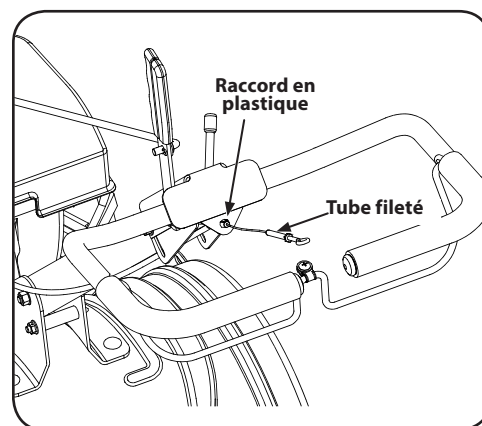

Figure 3-4
3. Insérez le câble dans le trou au centre de la poignée, puis faites enclencher le raccord en plastique dans le support métallique triangulaire. Voir Figure 3-4.